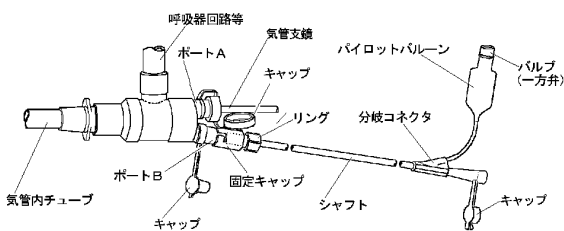

図3.
- ⑥気管支鏡下で、ブロッカーチューブのカフが気管内チューブ先端より突出するまで挿入した後、ブロッカーチューブの先端を、挿入を目的とする気管支側に向けて(ブロッカーチューブを回転させる)こと。
- ⑦ブロッカーチューブを目的とする気管支の位置まで挿入した後、末端部のスタイレットを慎重に抜き、廃棄すること。
- ⑧気管支鏡により、ブロッカーチューブ先端(カフ)の位置が変わっていないことを確認した後、カフ内に適量の空気を注入し、気管支をブロックすること。
- ⑨カフ膨張後、ポートBの突起に固定キャップのスリットを入れ込みながら、右に回して装着(ロック)し、さらに固定キャップのリングを右に回して、ブロッカーチューブをシーベルコネクタに固定すること。(図3参照)